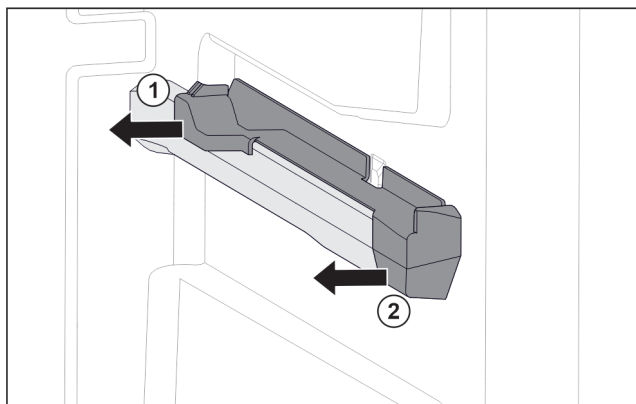

Fig. 219 Вставная часть на правом контейнерном ребре
- ▶ Отодвиньте вставную часть сзади в сторону. Fig. 219 (1)
- ▶ Отодвиньте вставную часть спереди в сторону. Fig. 219 (2)